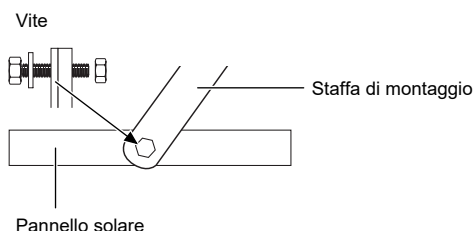

Fig. B1: Installazione della staffa del pannello solare (n°: 3156506)
2. N°: 3156506: Installare la staffa di montaggio del pannello solare sul pannello solare utilizzando le viti, le rondelle e i dadi forniti in dotazione. Fare riferimento alla Fig. B1 per i dettagli.